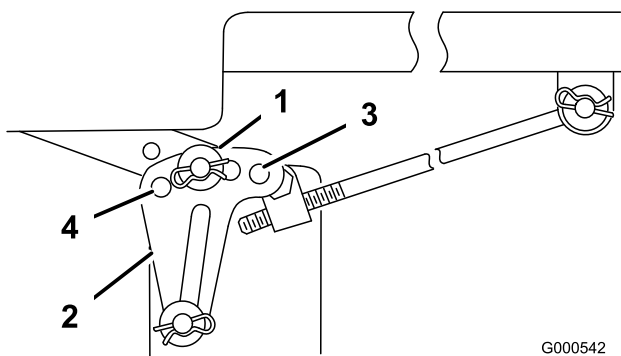

Bild 52
6. Entfernen Sie den Splint und die Scheibe von der Nivellierhalterung (Bild 52).
7. Bringen Sie zum Nivellieren der(s) Schnitmesser(s) die Nivellierhalterung(en) in einem anderen Loch an und setzen Sie die Scheibe und den Splint wieder ein. (Bild 52). Durch ein vorderes Loch wird die Schnitmesserhöhe gesenkt und durch ein hinteres Loch angehoben. Stellen Sie beide Seiten bei Bedarf ein.